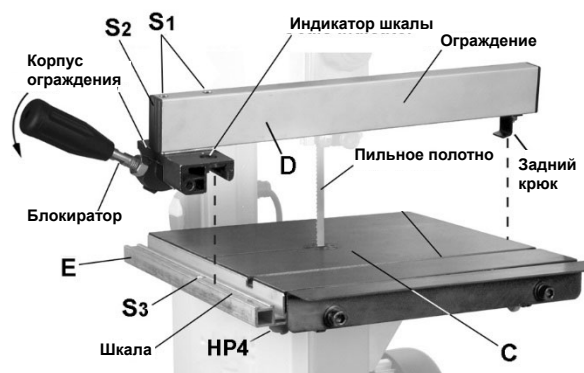

Рисунок 7
Смотрите рисунок 7:
2. Установите ограждение в сборе (D, рисунок 7) на стол в прорезь для торцовок.